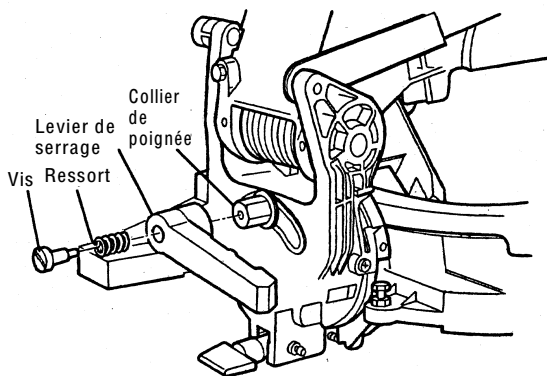

Fig. 6
① Insérer le ressort et la vis dans l'orifice du levier de serrage comme indiqué à la Fig. 6.